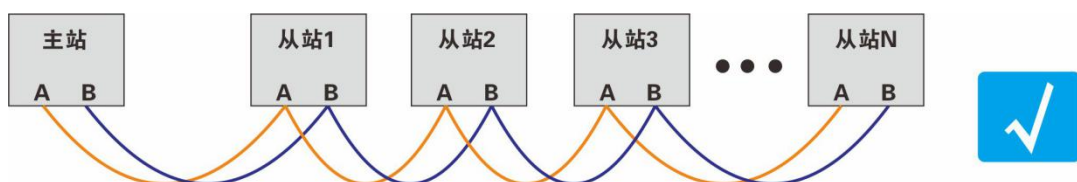
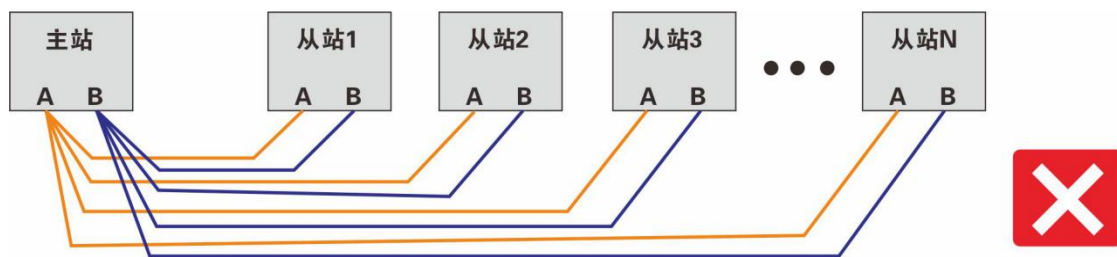

图 4.1
图 4.3
1、采用标准 RS-485 总线布线方式，俗称手拉手的连接方式。如图 4.1 和 4.2，应尽量避免星型连接方式 如图 4.3。